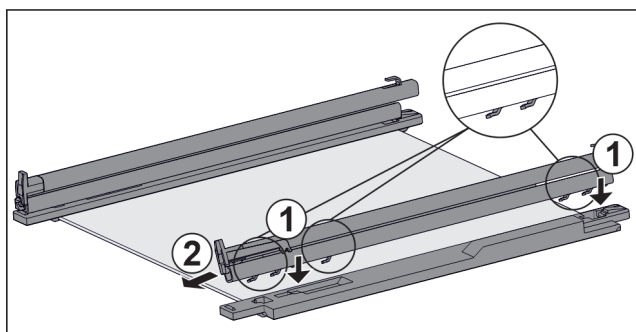

Fig. 115 Ripiano in vetro con guide e fermi
- ▶ Inserire il gancio della guida sulle aperture del **gancio** sinistro. Fig. 115 (1)
- ▶ Tirare la guida in avanti. Fig. 115 (2)
- ▶ Inserire il gancio della guida nelle aperture del **gancio** destro. Fig. 115 (1)